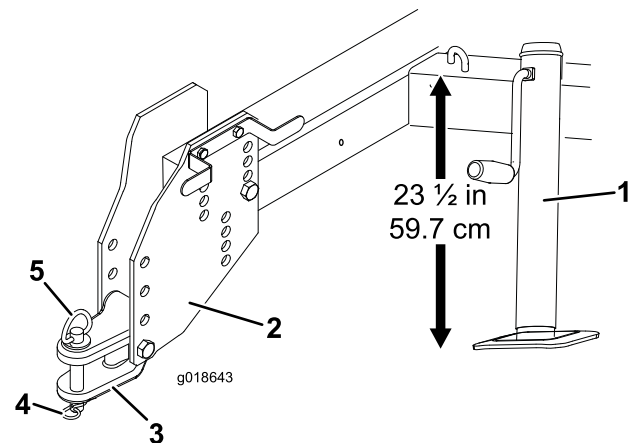

Figura 3
- Ajuste o macaco de modo a que a distância da parte superior da estrutura até ao solo seja 59,7 cm (Figura 3).
- Retire os parafusos e as porcas de bloqueio que fixam o garfo do engate às placas de engate (Figura 3).
6. Prenda o garfo de engate ao engate da unidade de tração com o pino de engate e pino de sujeição (Figura 3).